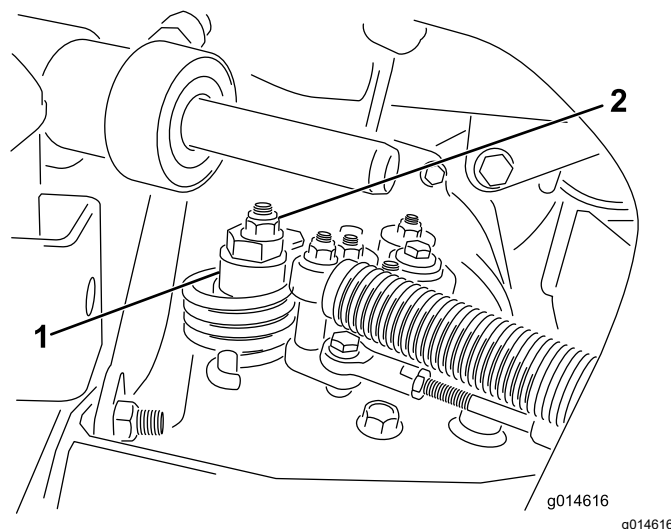

Figura 39
- A. Afrouxe a porca que prende o excêntrico ao topo do hidrostatato (Figura 39).
- C. Gire o excêntrico até que o deslizamento não ocorra em nenhuma direção. Quando a roda parar de girar, aperte a porca travando o excêntrico e o ajuste (Figura 39). Verifique o ajuste com o acelerador na posição SLOW e FAST.